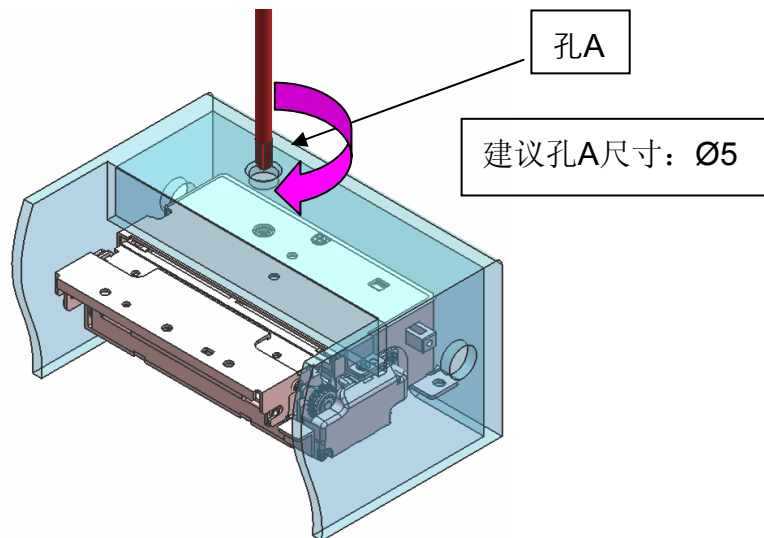

图12-8 使用手动螺丝刀的举例及建议孔大小
- 运行刀卡住时，请按照图12-8中箭头方向转动手动螺丝刀，直至无法继续旋转为止，以解决问题。此时若问题被解决，则将无法继续旋转。(旋转次数: 1~2次)
- 使用手动螺丝刀解除运行刀卡住的方法(参考图12-8)